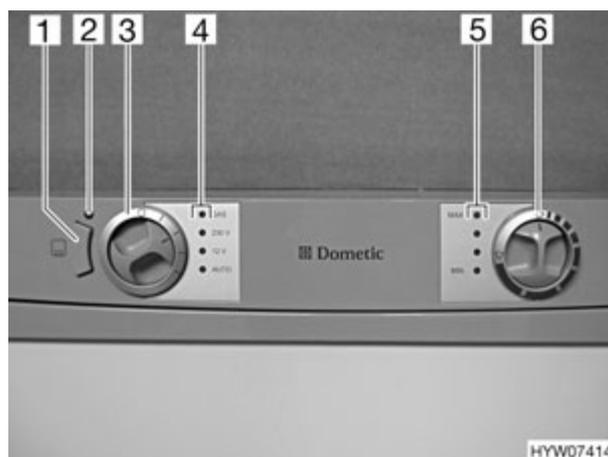

Fig. 154 Boutons de commande pour le réfrigérateur
En cas de températures extérieures élevées et d'humidité importante de l'air, il est possible que des gouttes d'eau se forment au niveau du cadre métallique du compartiment congélation. C'est pourquoi le réfrigérateur est équipé d'un chauffage du cadre pour le compartiment congélation. En cas de températures extérieures élevées et d'humidité importante de l'air, allumer le chauffage du cadre grâce à la touche (Fig. 154,1). Ceci permet d'éviter la corrosion. Lorsque le chauffage du cadre est activé, le voyant de contrôle est allumé (Fig. 154,2).
Lorsque l'alimentation 230 V n'est pas branchée et le moteur du véhicule est à l'arrêt, le AES choisira automatiquement l'alimentation en gaz. Dès que le fonctionnement au gaz est activé, la veilleuse de sécurité s'ouvre automatiquement, de sorte que le gaz peut arriver au brûleur. En même temps, l'allumage électronique est connecté. Si la flamme s'éteint, p. ex. en raison d'un courant d'air, l'allumage s'active automatiquement et rallume le gaz. En cas de panne de gaz, le voyant de contrôle rouge "GAS" (Fig. 154,4) clignote.
- ▷ Il est interdit d'allumer du feu à proximité des stations service. Si l'arrêt dure plus de 15 minutes, le réfrigérateur devra être déconnecté en actionnant le sélecteur de source d'énergie (Fig. 154,3).
Lorsque le réfrigérateur est mis en marche, il choisit automatiquement la température moyenne du thermostat. Ce réglage peut cependant être corrigé manuellement à l'aide du bouton tournant (Fig. 154,6). Les voyants de contrôle (Fig. 154,5) indiquent le réglage du thermostat sélectionné. La température de réfrigération des trois types d'énergie est réglée par le bouton tournant. Il faudra attendre quelques heures jusqu'à ce que le réfrigérateur ait atteint sa température normale de réfrigération. Il garde toutefois son réglage de température lorsqu'on change d'un mode à un autre. La température de réfrigération est maintenue indépendamment du type d'énergie choisi.
- Sélectionner le type d'énergie à l'aide du sélecteur de source d'énergie (Fig. 154,3). Le voyant de contrôle vert correspondant (Fig. 154,4) s'allume.
- Régler la température de réfrigération avec le bouton tournant (Fig. 154,6). Les voyants de contrôle (Fig. 154,5) indiquent le réglage du thermostat sélectionné.
En cas de panne de gaz, le voyant de contrôle rouge "GAS" (Fig. 154,4) clignote.
- Tourner le sélecteur de source d'énergie (Fig. 154,3) sur "O". Aucun voyant de contrôle (Fig. 154,4) ne s'allume plus.